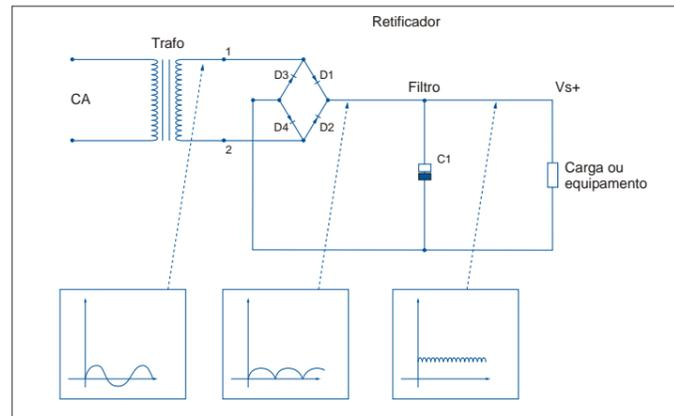

Figura 2
Veja agora a figura 2. Ela apresenta um conjunto retificador/ filtro típico de uma fonte convencional. Foi acrescentado um elemento denominada carga, representando aquilo que a fonte se destina a alimentar. Usou-se um retificador em ponte por ser o mais popular, existindo inclusive na forma de componente único, com os quatro diodos em um só invólucro. Esse tipo de retificador atua da seguinte forma: suponha-se que, inicialmente o terminal (1) do secundário do transformador esteja positivo em relação ao terminal (2), isto é, em um semiciclo positivo. Considerando-se o sentido real da corrente, ela partirá do terminal (2), atravessará o diodo D4 e como inicialmente o capacitor (C1) está descarregado, toda corrente fluirá para ele (carregando). Isso acontece apenas no primeiro semiciclo. Posteriormente, apenas uma pequena parte da corrente será usada para repor a carga do capacitor, perdida entre dois semiciclos, e a maior parte dela circulará pela carga. A corrente retornará então para a junção de D1 com D2 e daí procurará o ponto de potencial mais alto, isto é, o terminal (1) do transformador, completando assim o circuito, através do diodo D1.
Basicamente as fontes não reguladas são compostas de um transformador, um retificador e de um filtro (capacitor). Com toda essa simplicidade sua saída flutua sem carga (aparelho que a fonte alimenta), como ilustrado na figura 2.